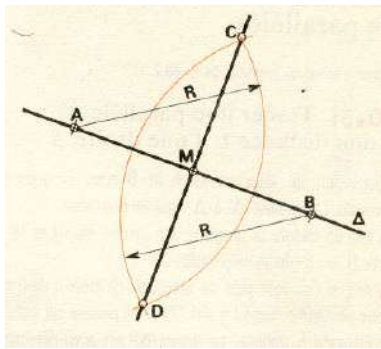

Fig.1
2.1.1. Médiatrice d'un segment de droite AB (fig. 1)